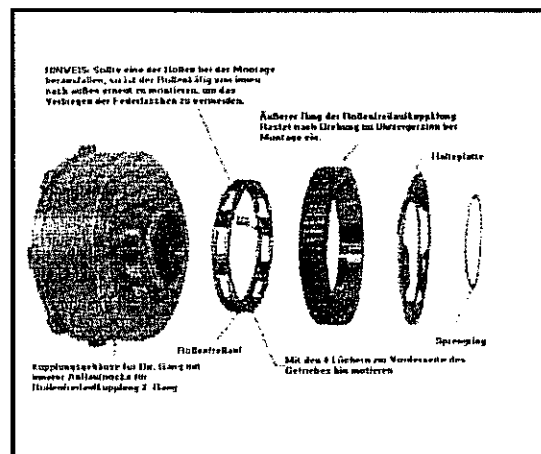

Abb. 10-90 Baugruppe der Rollenfreilaufkupplung für 2. Gang, zerlegt
- Baugruppe der Rollenfreilaufkupplung für 2. Gang ansetzen. Siehe Abb. 10-90. Hierbei müssen die vier Öffnungen nach außen bzw. zur Vorderseite des Getriebes zeigen.
- Den Äußeren Lagerring der Rollenfreilaufkupplung wie in Abb. 10-90 gezeigt einbauen.
- Halterung und Haltering der Rollenfreilaufkupplung 2. Gang einsetzen, wie in Abb. 10-90 gezeigt.